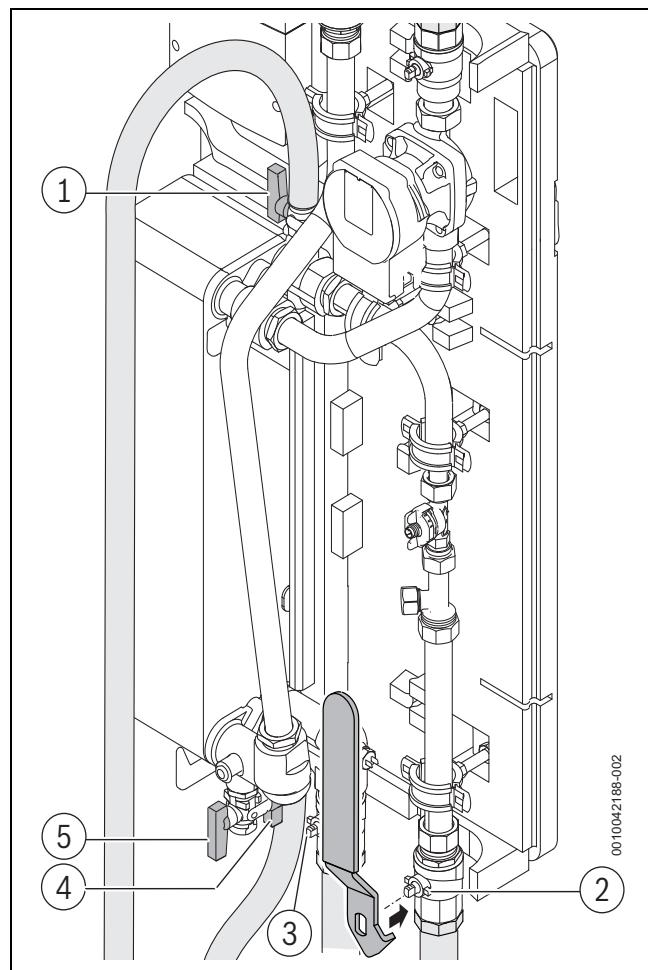

Bild 64 Wartung Frischwasserstation
- Um den Wärmetauscher zu entleeren: Füll- und Entleerhähne öffnen (→ Bild 64 [4, 5], Seite 30).